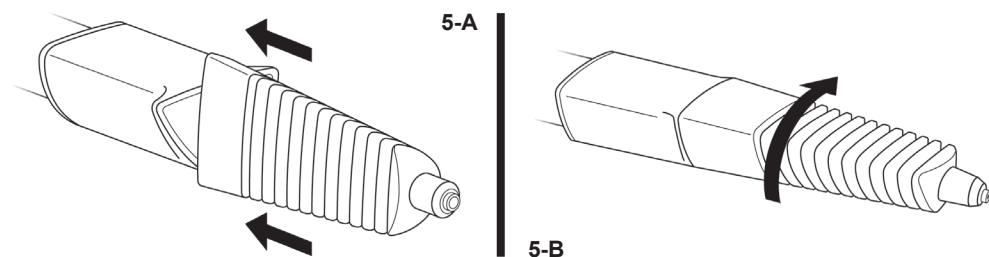

FIGURA 5
4. Deslice la Boquilla de Chorro en la Manguera de Extensión y asegúrese de empujarla todo lo que pueda (FIGURA 5-A). Gire la Boquilla de Chorro hacia la derecha hasta que escuche que encaja en su lugar y que ya no se mueve (FIGURA 5-B).